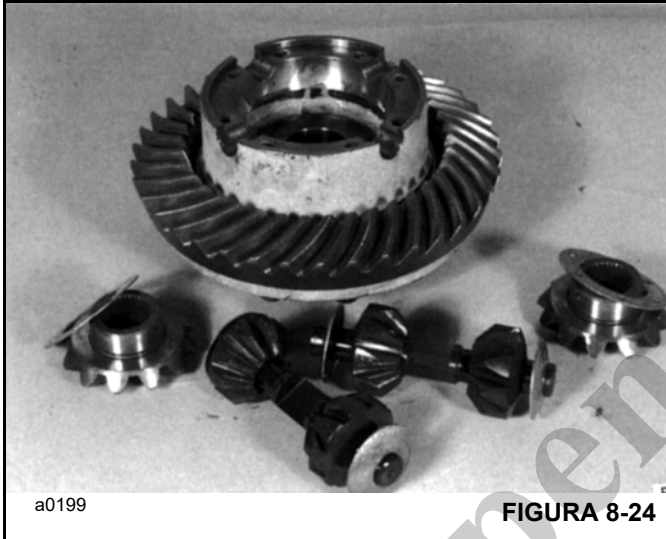

FIGURA 8-24
- c. Remova as engrenagens e as arruelas esféricas do diferencial, Figura 8-24. Puxe para fora os dois cones do rolamento do diferencial.